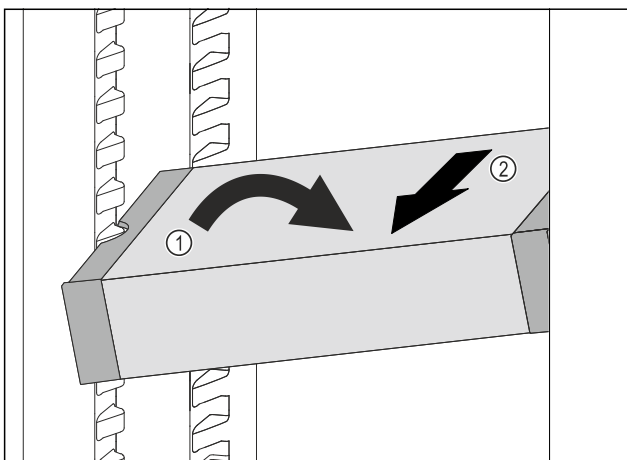

Fig. 83
- ▶ VarioSafe in het koelgedeelte schuin zetten. Fig. 83 (1)
- ▶ VarioSafe naar voren toe verwijderen. Fig. 83 (2)